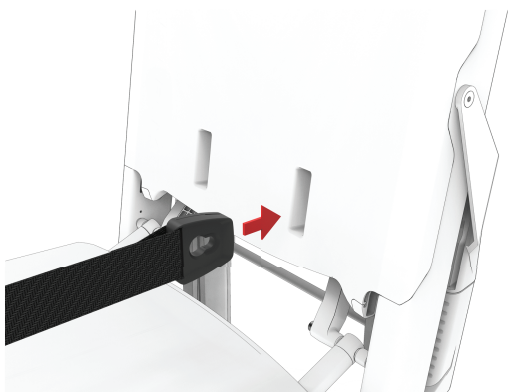
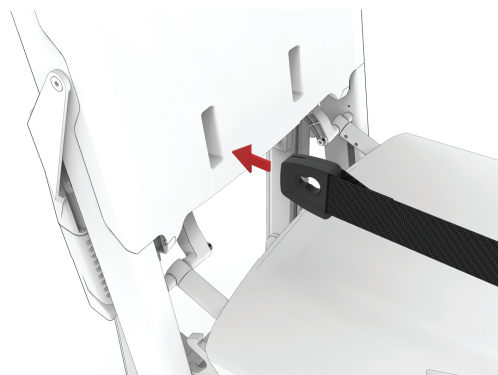

**Figur 18 – Sättestolpe, parallell**
**Figur 19 – Sättestolpe, korsad**
**Obs!** - Du kan fästa sätesklämman i parallell- eller korskonfiguration, beroende på patientens storlek (Figur 18 och Figur 19).